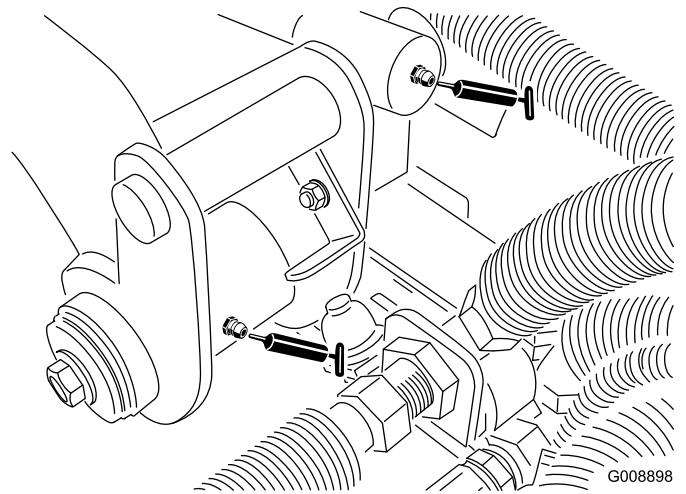

Figura 54
- Articulação do braço de elevação traseiro e cilindro de elevação (2) (Figura 54)